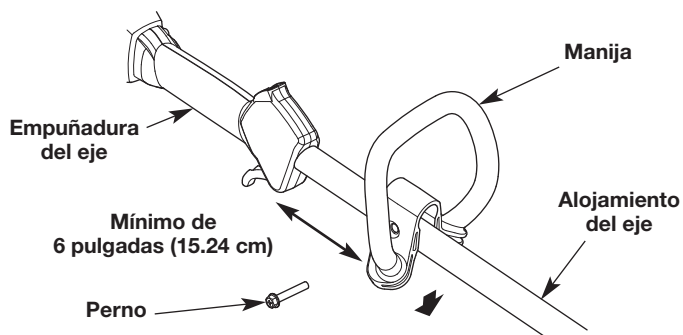

Fig. 3
1. Oprima la manija hacia abajo sobre el alojamiento del eje (Fig. 3). El orificio del perno de la manija debe quedar a la derecha.
2. Inserte el perno en el orificio del perno y oprímalo para que pase a través de él (Fig. 3). Apriete el perno con una llave tubular de 3/8" pero no apriete por completo.
3. Mientras sujeta la unidad en la posición de funcionamiento (Fig. 11), desplace la manija hasta la ubicación que le ofrece el mejor agarre. Ubíquela como mínimo a 6 pulgadas (15.24 cm) del extremo de la empuñadura del eje (Fig. 3).
1. Afloje el perno con una tubular de 3/8" (Fig. 3).
2. Mientras sujeta la unidad en la posición de funcionamiento (Fig. 11), desplace la manija hasta la ubicación que le ofrece el mejor agarre. Ubíquela como mínimo a 6 pulgadas (15.24 cm) del extremo de la empuñadura del eje (Fig. 3).